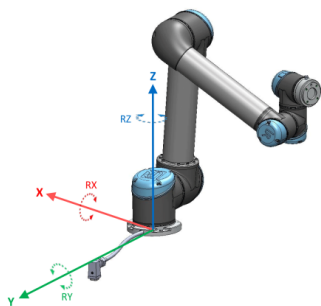

Figure 16.1: 基部のフィーチャー
- ・ 基部フィーチャーは、ロボット基部中心を起点に位置します (図 16.1 参照)